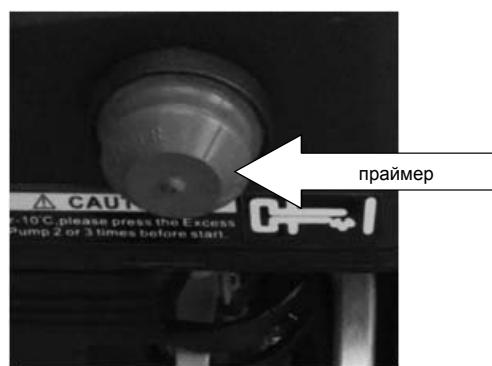

Рис.24
- Установите выключатель в положение ON(Вкл). Нажмите и удерживайте кнопку запуска (A) электрического стартера (Рис.24).